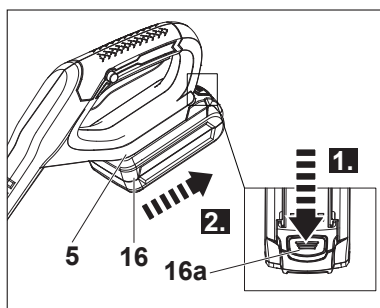

Fig. 5
2. Presione el botón de liberación (16a) y extraiga el acumulador (16) de su puerto de anclaje (5) (Fig. 5).